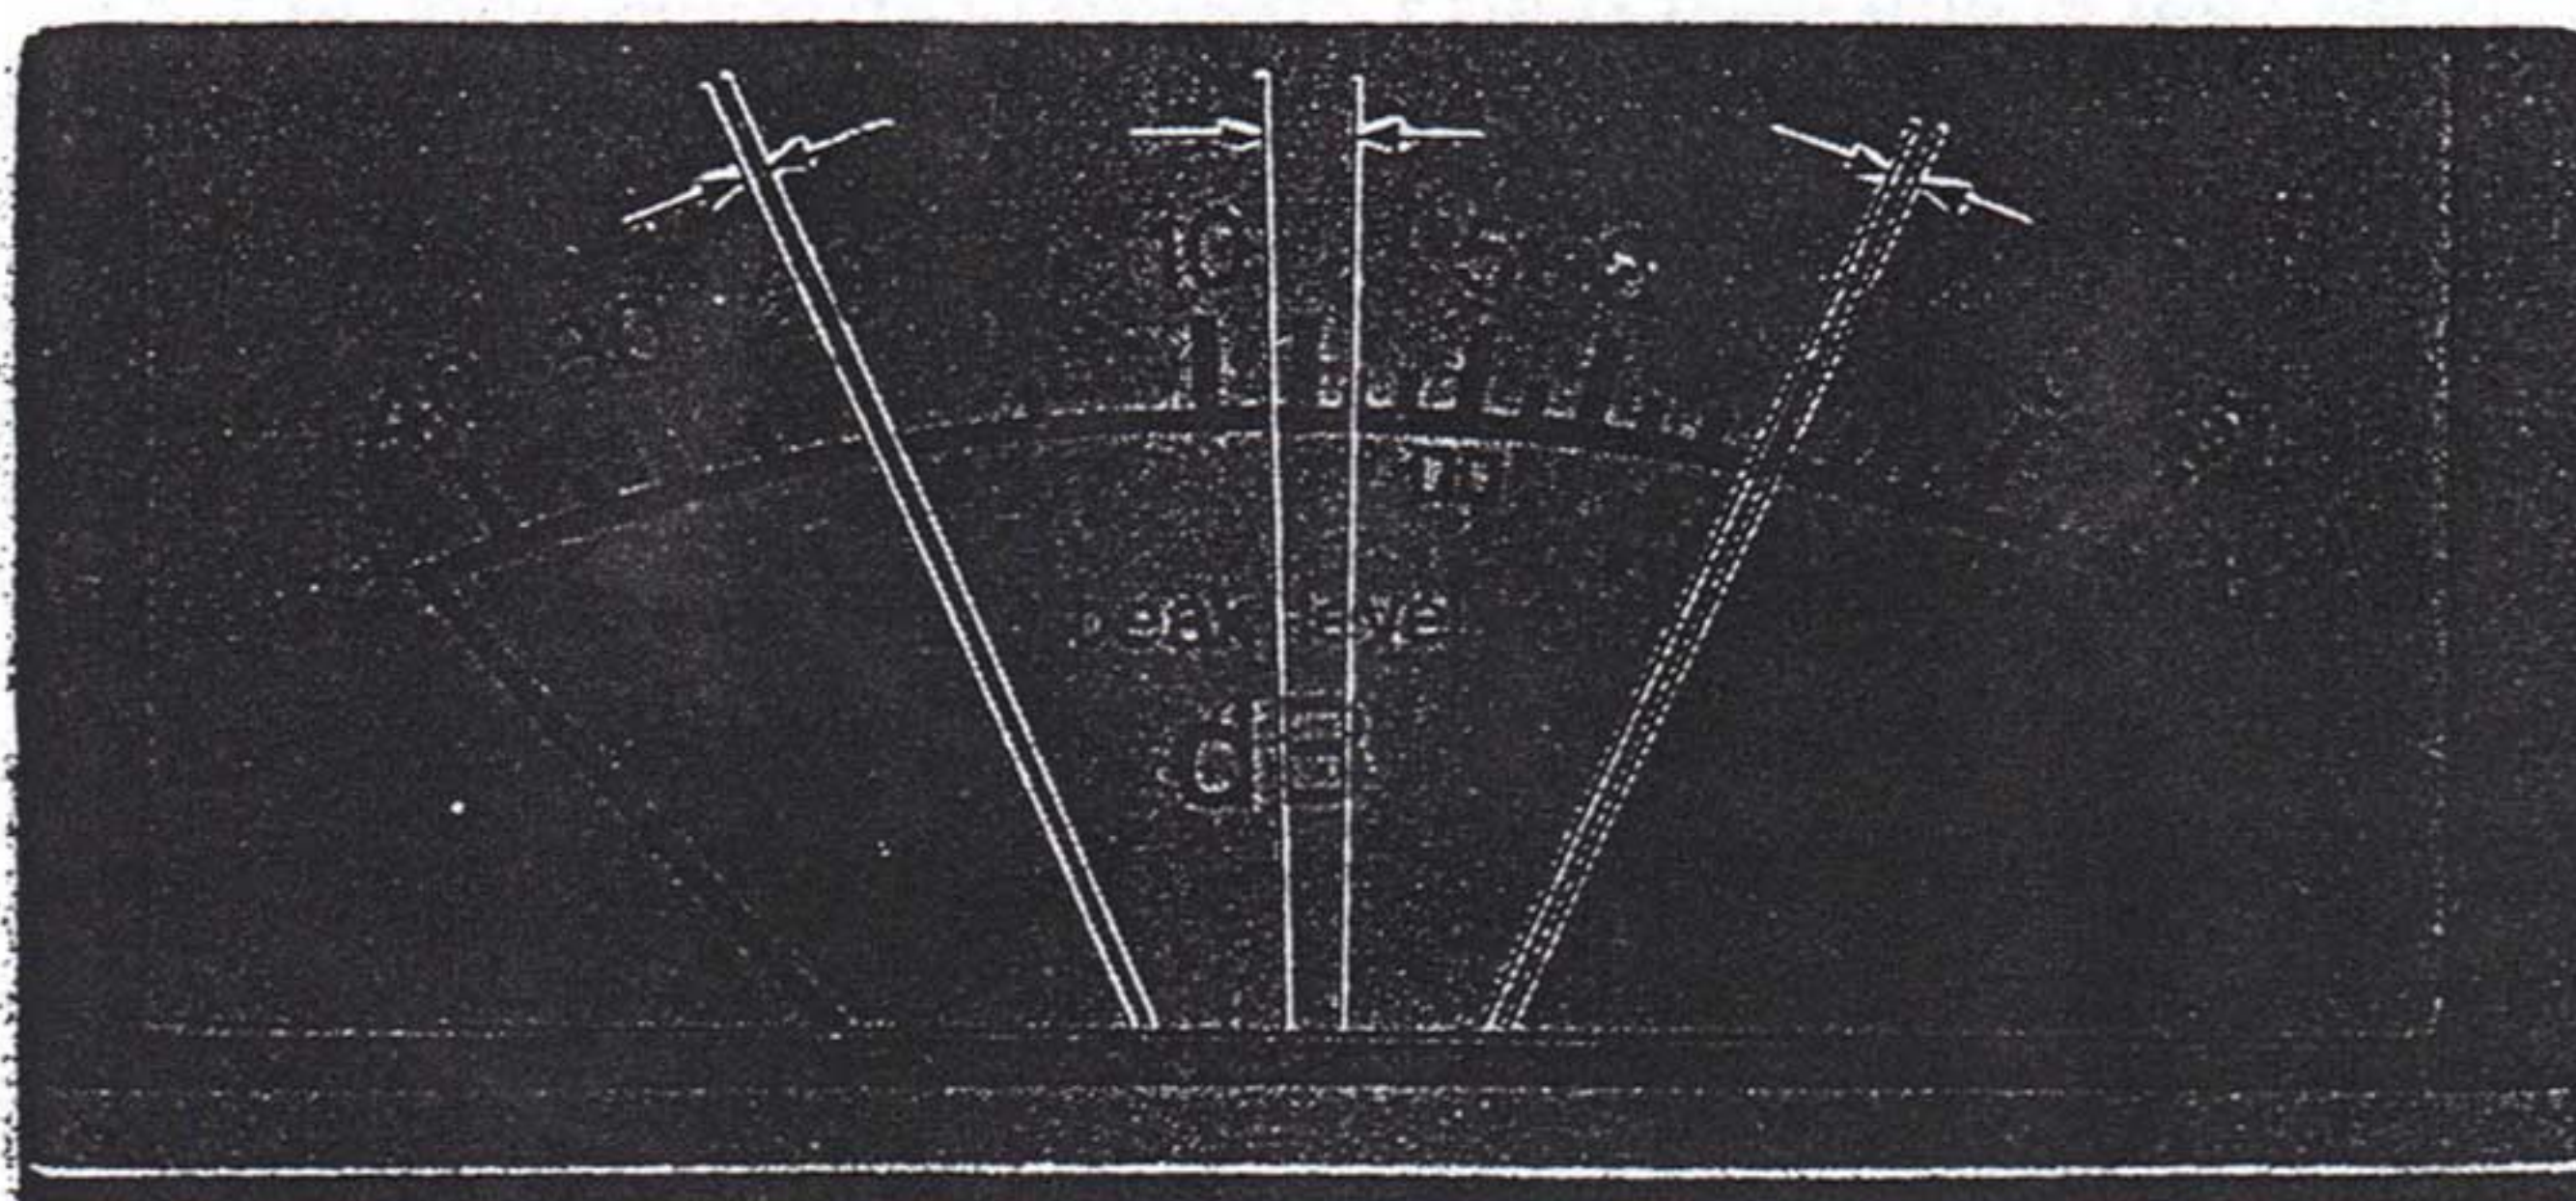

Fig. 25
- * Réglez les positions 0 (zéro) des indicateurs de crête lorsque l'interrupteur secteur est sur "OFF" (arrêt) comme indiqué par la figure 25.
8. Après les réglages du palier 7, vérifiez que les réglages du palier 5 ci-dessus se situent entre les tolérances indiquées par la figure 25.